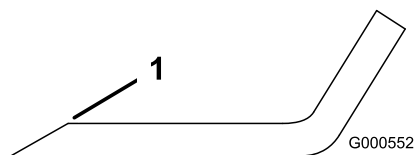

Figure 100
1. Au moyen d'une lime, aiguissez les tranchants à chaque bout de la lame (Figure 100).
**Remarque:** Si la lame est déséquilibrée, limez un peu l'extrémité de l'ailette seulement (Figure 100).